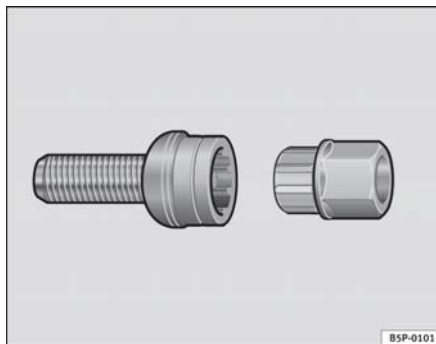

Fig. 152 Tornillo antirrobo de la rueda
- Coloque el adaptador hasta el tope en el tornillo antirrobo de la rueda ⇒ fig. 152.